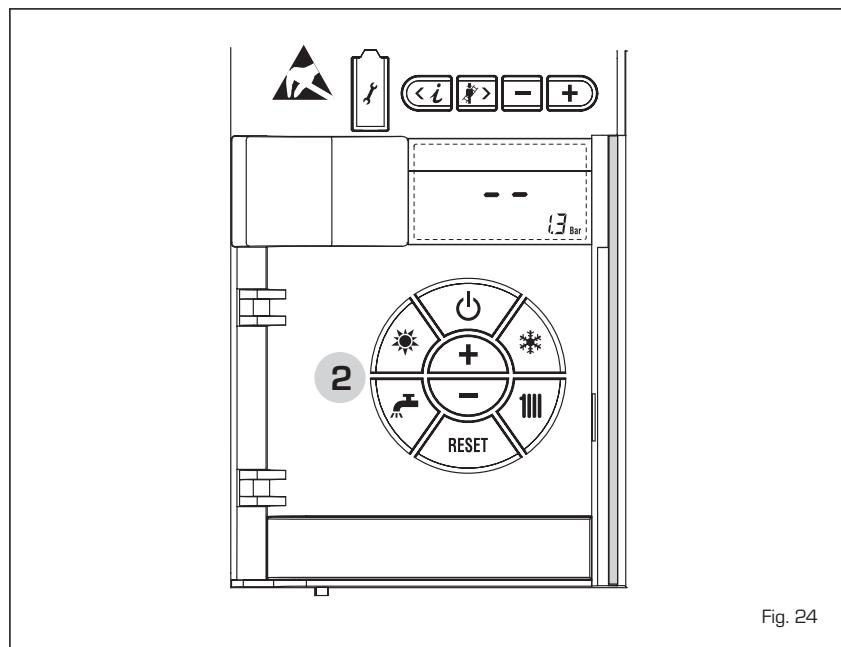

Fig. 24
ACENDIMENTO CALDEIRA [fig. 24]
DESLIGAR A CALDEIRA (fig. 24)
No caso de breves ausências pressionar a tecla do comando (pos. 2). O display se apresentará como indicado na fig. 24. Deste modo deixarão activas a alimentação eléctrica do combustível a caldeira está protegida pelos sistemas anti-gelo e anti-bloqueio da bomba.